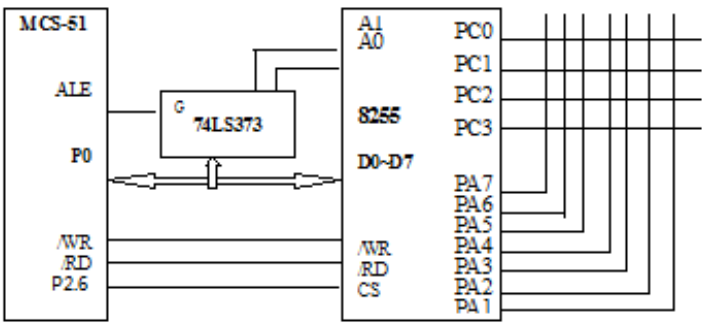

图 10.3 8255 与 MCS-51 以及独立式键盘连接图
3. 8255 与矩阵式键盘连接如图 10.3 所示（矩阵式键盘为简图，交叉处即为一个按键）